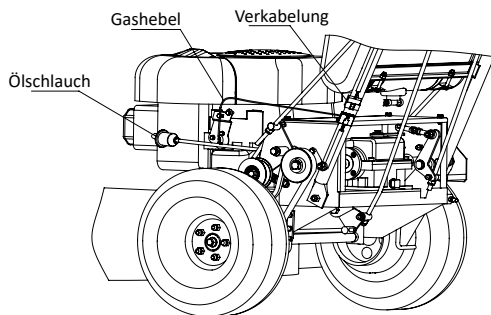

ABB. 5
- Das Gaskabel muss gemäß der Bedienungsanlei-tung des Motors am Motor angeschlossen werden. Die Kraftstofftankleitung wird mit der Motorleitung verbunden. (Die Positionen des Kraftstofffilters und des Gaszuganschlusses sind bei verschiedenen Mo-tormodellen etwas unterschiedlich). Siehe ABB. 5